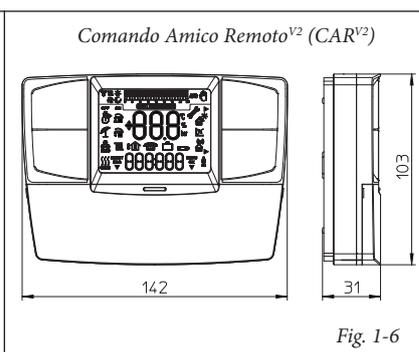

Fig. 1-6
- Comando Amico RemotoV2 (CARV2) (Fig. 1-6) con funzionamento di cronotermostato climatico. Il pannello del CARV2 consente all'utente, oltre alle funzioni illustrate al punto precedente, di avere sotto controllo e soprattutto a portata di mano, tutte le informazioni importanti relative al funzionamento dell'apparecchio e dell'impianto termico con la opportunità di intervenire comodamente sui parametri precedentemente impostati senza necessità di spostarsi sul luogo ove è installato l'apparecchio. Il pannello è dotato di autodiagnosi per visualizzare sul display eventuali anomalie di funzionamento della caldaia. Il cronotermostato climatico incorporato nel pannello remoto consente di adeguare la temperatura di mandata impianto alle effettive necessità dell'ambiente da riscaldare, in modo da ottenere il valore di temperatura ambiente desiderato con estrema precisione e quindi con evidente risparmio sul costo di gestione. Il cronotermostato è alimentato direttamente dalla caldaia tramite gli stessi 2 fili che servono per la trasmissione dati fra caldaia e cronotermostato.